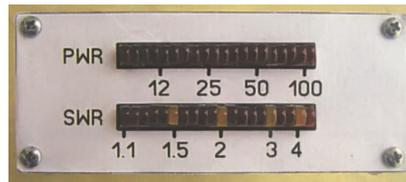

Рис.43
**Измеритель КСВ и ВЧ мощности Германа Кулмуса (DJ8UZ)** позволяет одновременно наблюдать оба измеряемых параметра на двух строчных светодиодных индикаторах, каждый из которых состоит из 20 светодиодов (см. вид передней панели на **рис.43**). Прибор состоит из двух блоков: гибридного направленного ответвителя, используемого как датчик падающей и отраженной ВЧ мощности, и измерительно-индикаторного блока. Конструктивно автор их объединил в одном корпусе, но блок индикатора можно выполнить и выносным, расположив его в удобном для оператора месте. Направленный ответвитель собран по двухтрансформаторной схеме